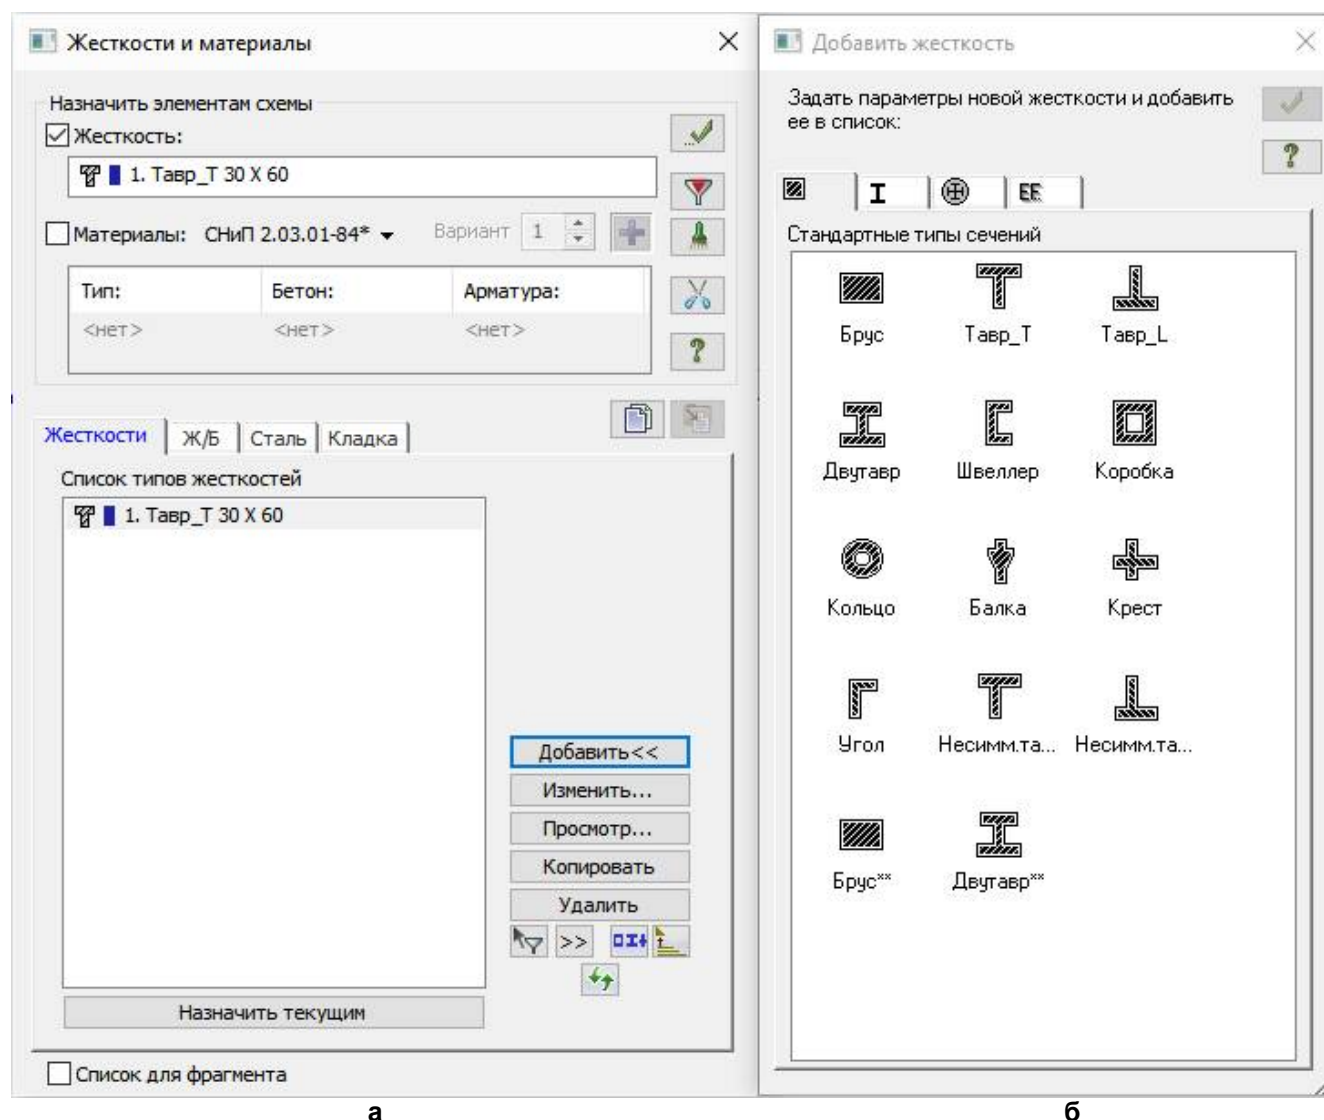

Рис.19.12. Диалоговые окна: а – Жесткости и материалы, б – Добавить жесткость
- Щелчком по кнопке  – **Жесткости и материалы элементов** (панель **Жесткости и связи** на вкладке **Создание и редактирование**) вызовите диалоговое окно **Жесткости и материалы** (рис.19.12,а).
- В этом окне щелчком по кнопке **Добавить** вызовите диалоговое окно **Добавить жесткость**, для того чтобы вывести список стандартных типов сечений (рис.19.12,б).